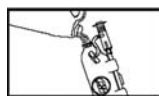

Figure 3
- Ajouter la solution de nettoyage (Figure 3). Suivre les instructions du fabricant pour l'information au sujet des spécifications et la bonne utilisation de la solution de nettoyage.